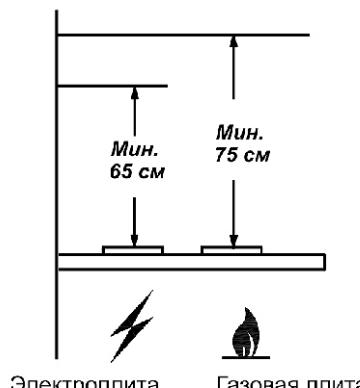

рис. 1
1.2 Вытяжку устанавливайте над плитой, как показано на рис. 1.
4.6 Установливайте вытяжку над плитой в соответствии с рис. 1.